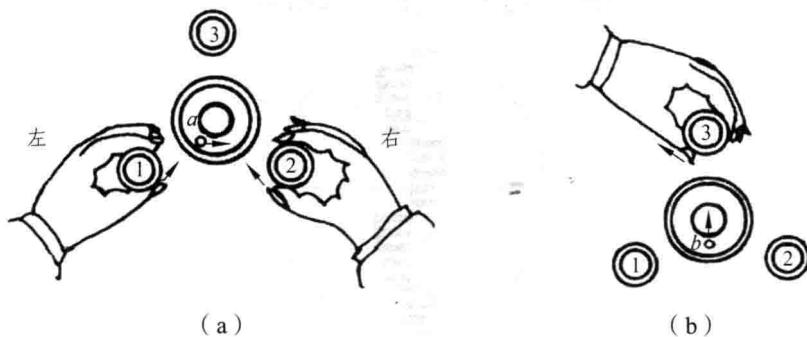

图 2-2
- (2) 安置和粗平水准仪。水准仪的安置主要是整平圆水准器, 使仪器大略水平。做法是: 选好安置位置, 将仪器用连接螺旋安紧在三脚架上, 先踏实两脚架尖, 摆动另一只脚架使圆
水准器气泡大略居中，然后转动脚螺旋使气泡居中。转动脚螺旋使气泡居中的操作规律是：气泡需要向哪个方向移动，左手拇指就向哪个方向转动脚螺旋。如图 2-2 (a) 所示，气泡偏离在 *a* 的位置，首先按箭头所指的方向同时转动脚螺旋①和②，使气泡移到 *b* 的位置；再按箭头所指方向转动脚螺旋③，使气泡居中，如图 2-2 (b) 所示。